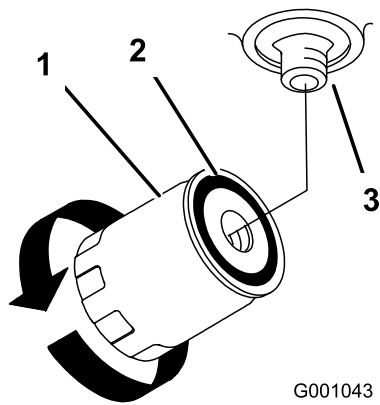

Bild 75
4. Entfernen Sie den Altfilter und wischen die Dichtfläche am Anbaustutzen (Bild 75) ab.
7. Drehen Sie den Ölfilter nach rechts, bis die Gummidichtung den Filteradapter berührt. Ziehen Sie ihn dann um eine weitere halbe Umdrehung an (Bild 75).